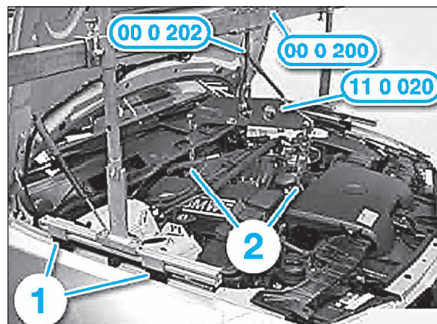

FIG. 9
- à l'aide d'un assistant, mettre en place la traverse 00 0 200 avec les appuis (1) sur les vis des panneaux d'aile (Fig.9)